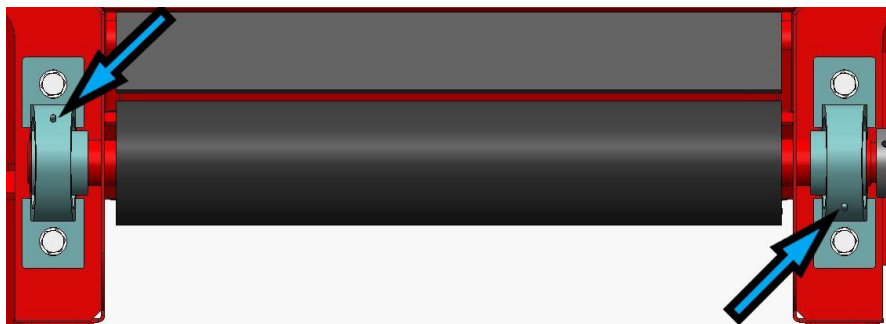

Bild 46.
6. Kopplingarna till utmatningstransportörens lager (2 st. på bild 46).